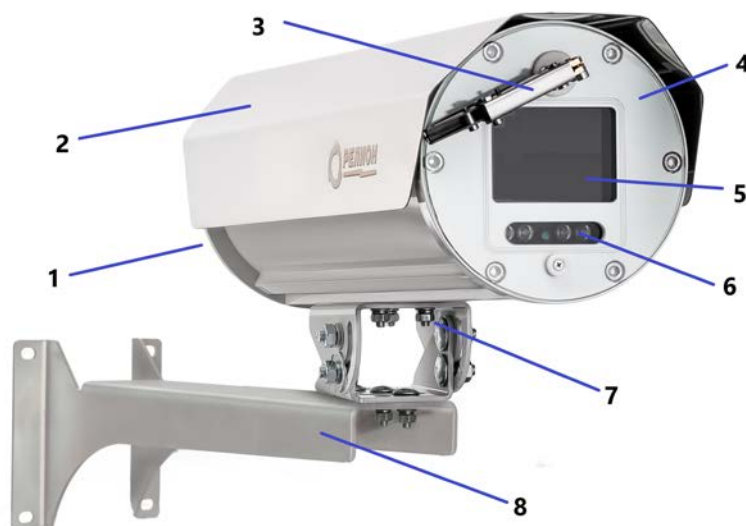

Рисунок 1 Внешний вид термокожуха Релион-ТКВ-300-А-ИК-СО
- Открутить болт крепления крепежно-юстировочного устройства (8) и отсоединить от него термокожух, рисунок 1.
- Открутить фиксирующие винты и отделить основание с кабельным вводом (1) от корпуса термокожуха, рисунок 1.
- Определить место установки и разметить место крепления крепежно-юстировочного устройства, рисунок 1.
- Закрепить крепежно-юстировочное устройство (8) к рабочей поверхности, рисунок 1.
- Основание с кабельным вводом (1) соединить с корпусом термокожуха и закрутить фиксирующие винты, рисунок 1.
- Установить термокожух на крепежно-юстировочное устройство (8) и зафиксировать при помощи болта (7), рисунок 1.